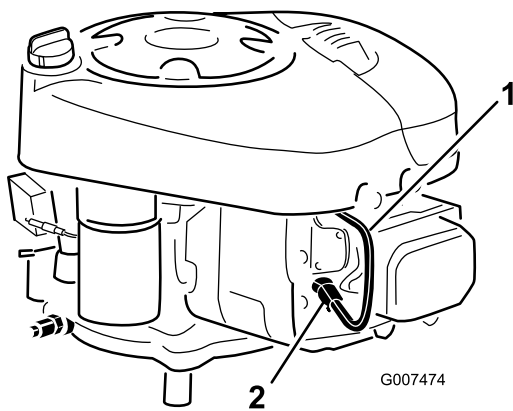

Bild 26
6. Fassen Sie über dem linken Hinterrad unter das Chassis und ziehen Sie das Kabel von der Zündkerze ab (Bild 26).
3. Schließen Sie den Zündkerzenstecker an die Zündkerze an (Bild 26).